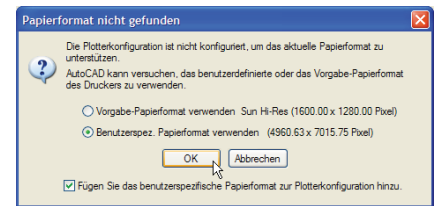

Abb. 7-18: Papierformatwahl beim Drucken in JPG oder PNG
- Nach Wahl des Treibers erscheint das Fenster PAPIERFORMAT NICHT GEFUNDEN (Abb. 7-18)